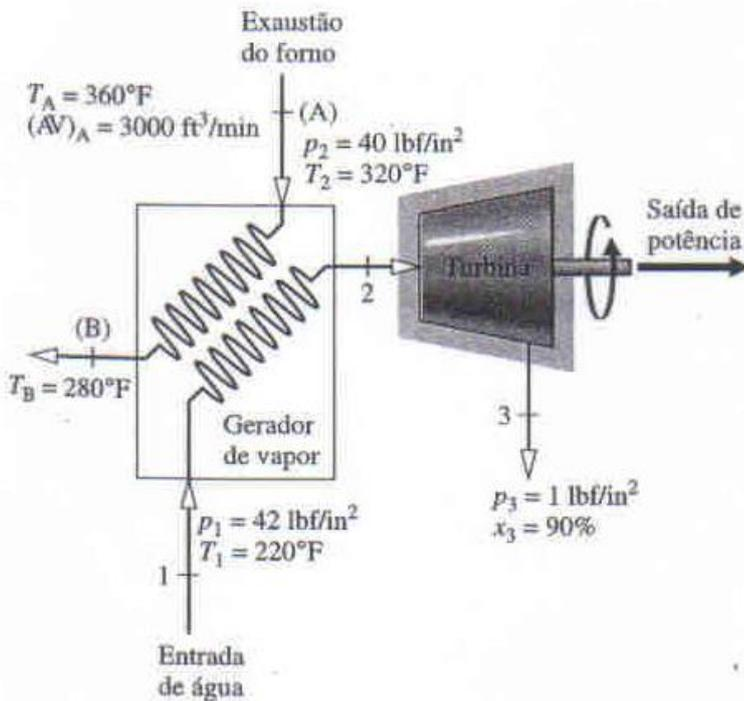

Figura P5.64
5.64 Em estado estacionário, água entra no recuperador de calor do gerador a vapor, mostrado na Fig. P5.64, a 42 lbf/in^2 , 220°F e sai a 40 lbf/in^2 , 320°F . O vapor segue então para a turbina da qual ele sai a 1 lbf/in^2 e com um título de 90%. Ar de exaustão do forno entra no gerador de vapor a 360°F , 1 atm, com uma vazão volumétrica de $3000 \text{ ft}^3/\text{min}$ e sai a 280°F ,